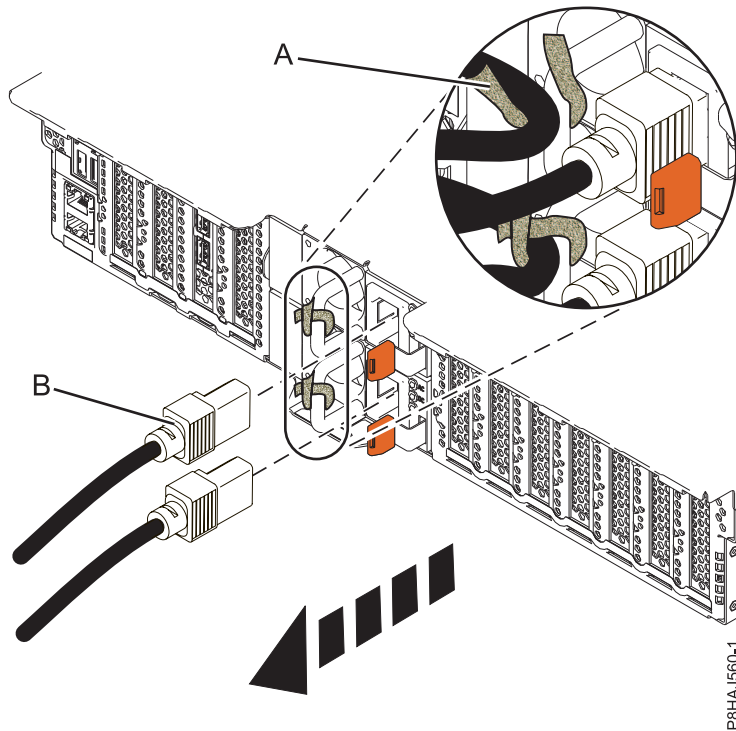
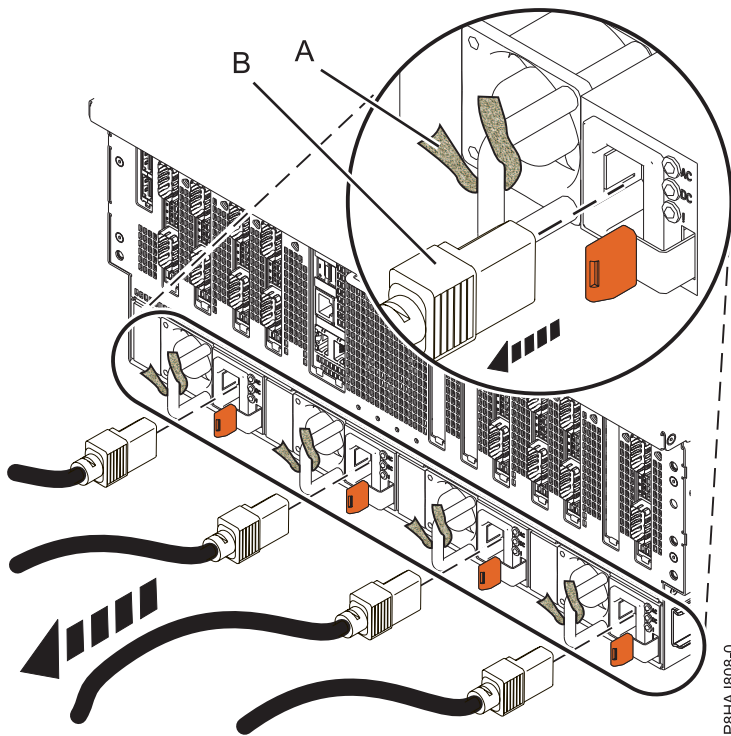

Abbildung 57. Netzkabel bei einem System vom Typ 5148-21L, 5148-22L, 8247-21L, 8247-22L, 8284-21A oder 8284-22A abziehen
Abbildung 58. Netzkabel bei einem System vom Typ 8408-44E oder 8408-E8E abziehen
3. Ziehen Sie die Netzkabel (**B**) von der Systemeinheit ab. Siehe Abbildung Abb. 56 auf Seite 75, Abb. 57 auf Seite 75 oder Abb. 58 auf Seite 76 (abhängig von Ihrem Systemtyp).